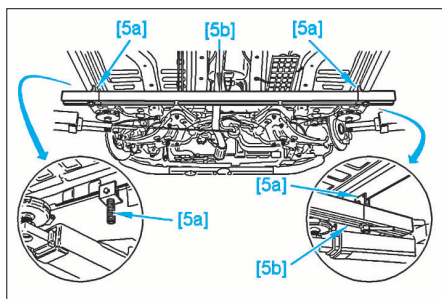

FIG. 8
- la vis (15).
- la biellette anti-couple (16).
- A l'aide de l'outil [5] où équivalent, positionner les pinces [5a] sur le bas de caisse du véhicule de chaque côté (Fig.8).